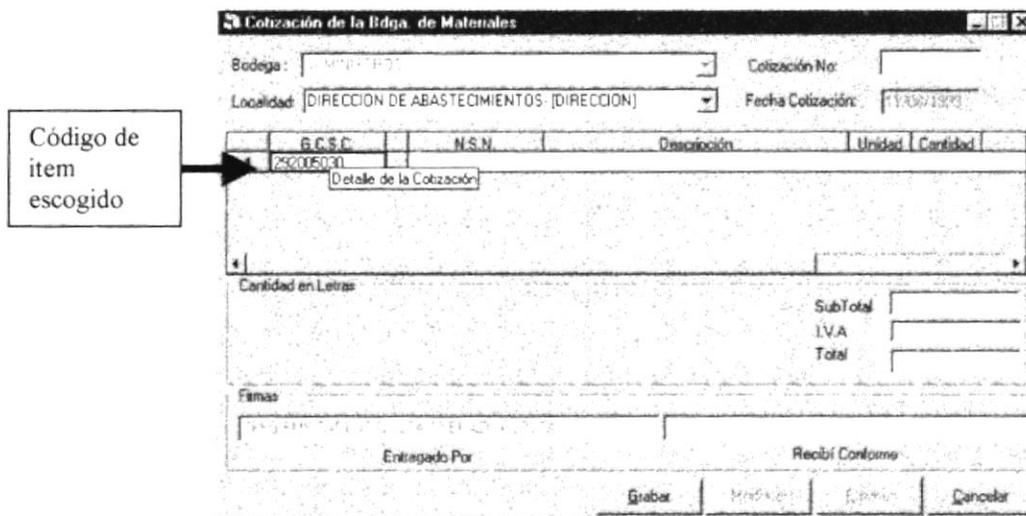

Figura 8.8 Código del material cargado
6. Después que seleccionó el ítem a cotizar aparece en la pantalla el código del mismo. **Figura 8.8**